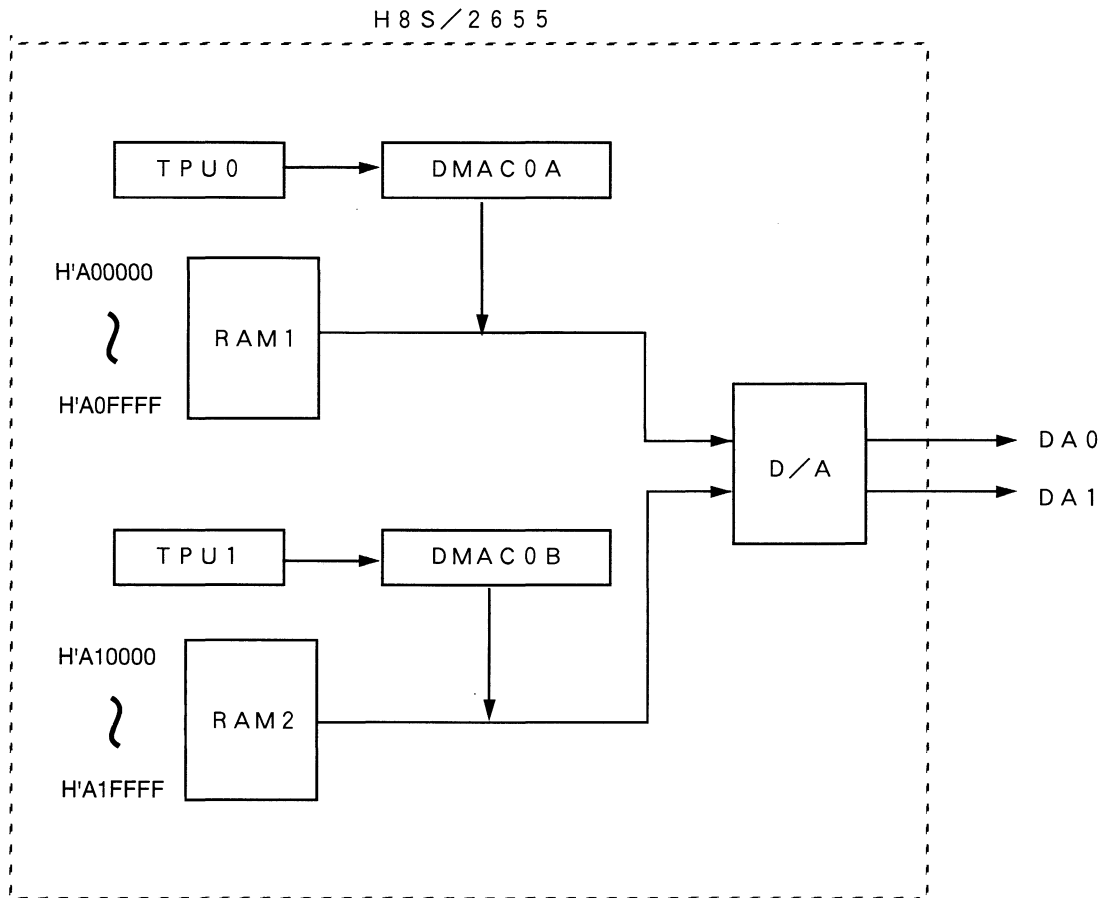

図1 D/A変換ブロック図
- (1) 図1に示すようにTPUのch0, 1でDMACを起動し、RAMに格納したデータをD/A変換します。
- (2) RAMエリアは、H'A00000~H'A1FFFFです。
- (3) H8S/2655の内部動作周波数は20MHzで使用します。